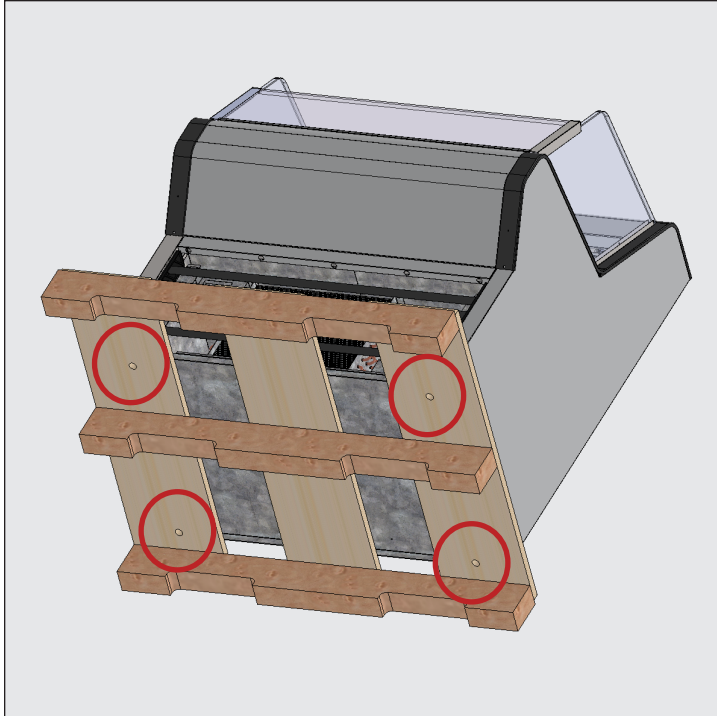

Fig. 2. Emplacements des boulons de transport.
2. À l'aide d'une clé à molette, déplacez tous les boulons de transport fixant le patin en bois au fond de l'appareil. Voir fig. 2.